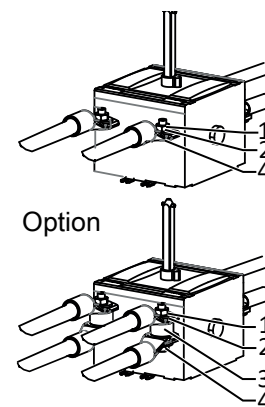

Abb. 21: DC-Leitungen an Schalter montieren
- 1 DC-Leitungen mit einem Ringkabelschuh bestücken. Bei dem Crimpen darauf achten, dass der Ringkabelschuh gemäß der finalen Einbaulage gedreht ist. [Siehe Abbildung 21] [▶ Seite 55]